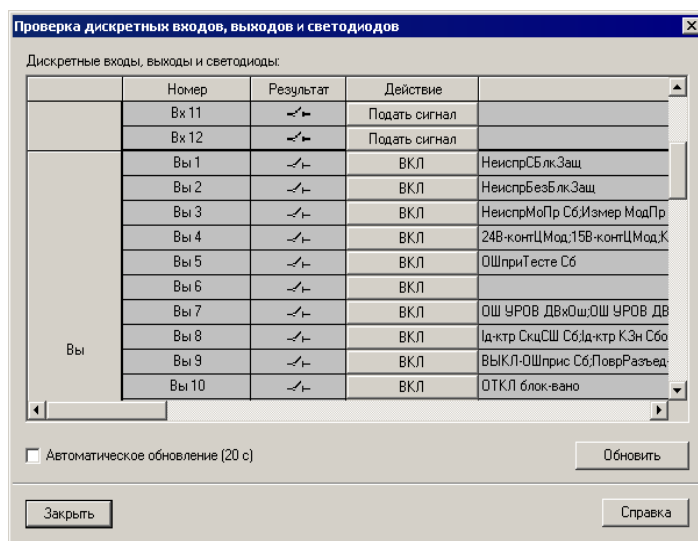

рис. 7-9 Окно входов/выходов устройства – пример
- Дважды щелкните по объекту **Проверка дискретных входов, выходов и светодиодов**. Откроется одноименное диалоговое окно (рис. 7-9, стр. 292).